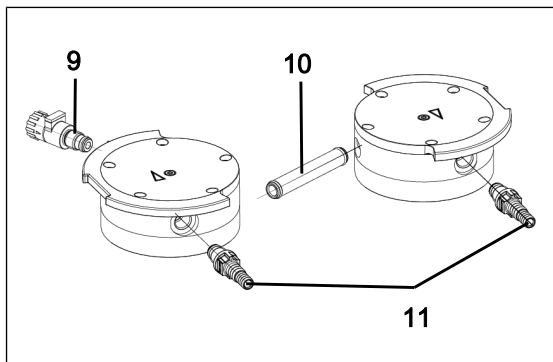

Fig.10: Remplacer les joints toriques
2. Retirez le tuyau de raccordement (**10**/Fig. 10) du couvercle (**3**).
3. Remplacez les deux joints toriques sur le tuyau de raccordement (**10**/Fig. 10).
6. Dévissez le lest de gaz (**9**/Fig. 10) du couvercle (**3**).
7. Remplacez le joint torique sur le lest de gaz (**9**/Fig. 10).
8. Vissez le lest de gaz (**9**/Fig. 10) jusqu'en butée dans le couvercle (**3**) correspondant. Tournez-le ensuite de nouveau dans le sens inverse jusqu'à ce que la surface soit alignée vers le haut.
9. Dévissez les raccords de tuyaux (**11**/Fig. 10) du couvercle (**3**) avec l'outil fourni.
10. Remplacez les joints toriques sur les raccords de tuyaux (**11**/Fig. 10).
11. Vissez les raccords de tuyaux (**11**/Fig. 10) à la main dans le couvercle (**3**) et serrez avec l'outil fourni.
6. Éliminez la membrane (7) et les plaques de soupapes/joints (4) remplacés comme il se doit.
7. Insérez le tuyau de raccordement (10/Fig. 10) dans le couvercle (3).